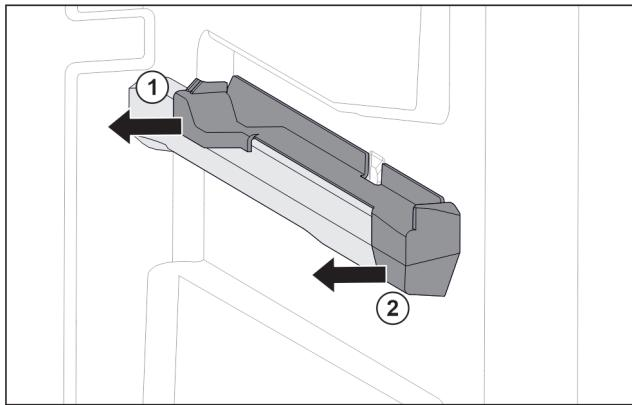

Fig. 118 Наставка върху дясното ребро на съда
- Изтеглете наставката отзад настрани. Fig. 118 (1)
- Изтеглете наставката отпред настрани. Fig. 118 (2)